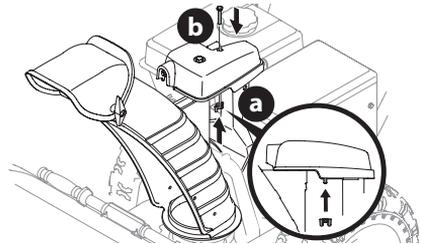

Figure 15
3. Retenez la tête de commande de la goulotte au support avec les écrous autobloquants (a) et les boulons (b) retirés à l'étape 1. Voir Figure 15.